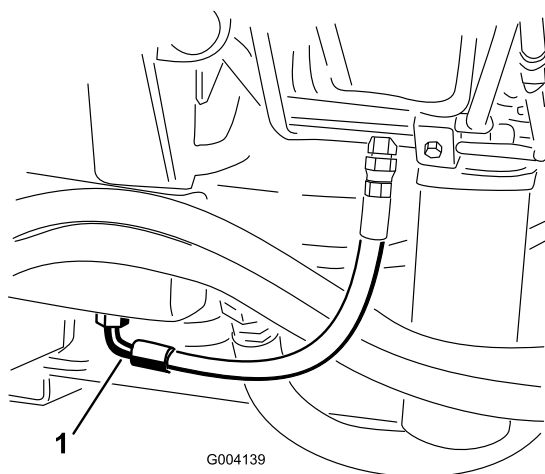

Figura 72
2. Coloque um recipiente de escoamento grande debaixo da união presa à parte de baixo do reservatório do fluido hidráulico (Figura 72).